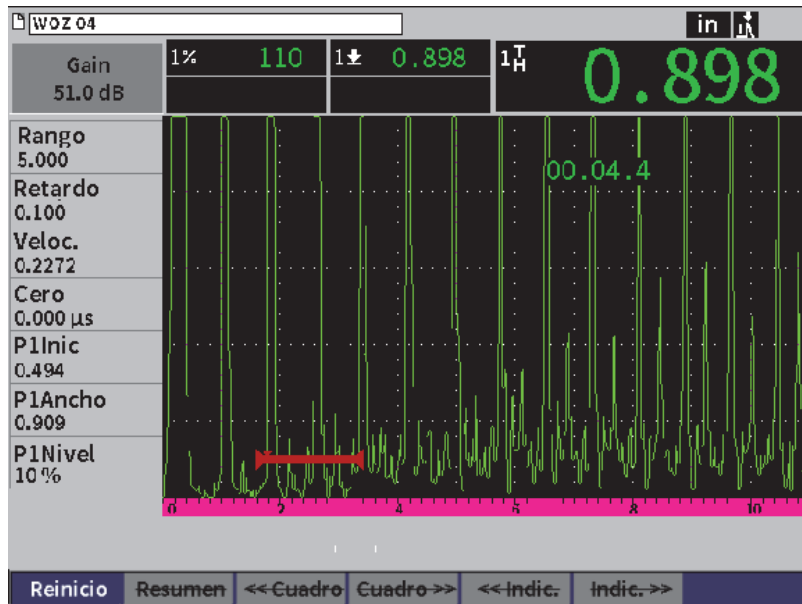

Figura 9-32 Página de configuración de consultación/revisión de videos
3. Pulse la tecla ENTRAR para mostrar la página de revisión/consultación (vea la Figura 9-32 en la página 165).